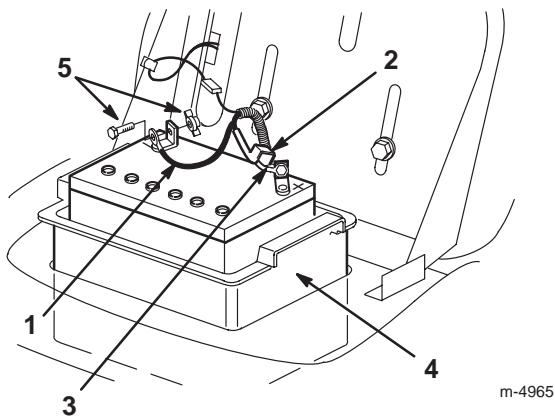

Bild 18
- Klemmen Sie das Minuskabel (schwarz) vom Batteriepol ab (Bild 18).
- Bauen Sie den Batteriekasten und die Batterie in das Chassis ein (Bild 18).
- Schließen Sie das Pluskabel (rot) mit der Schraube und der Flügelmutter am (+) Pluspol an (Bild 18).
- Schließen Sie das (schwarze) Minuskabel mit der Schraube und der Flügelmutter am (-) Minuspol an (Bild 18).
- Schieben Sie die Gummibedeckung am Pluskabel (rot) nach oben. Klemmen Sie das (rote) Pluskabel vom Batteriepol ab (Bild 18).
- Entfernen Sie den Batteriekasten und die Batterie aus dem Chassis (Bild 18).